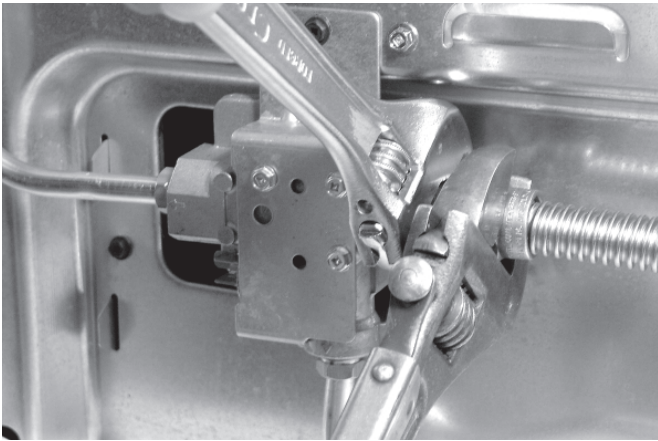

Fig. 4e
- Apriete el accesorio del suministro de gas y/o el conducto del electrodoméstico a la unión cónica en el costado derecho usando **NO MÁS DE 15 pies/lb.** de torque. Asegúrese de **estabilizar** el adaptador de unión cónica de 1/2" con una llave ajustable antes de apretar el accesorio de suministro de gas y/o el conducto del electrodoméstico (consulte la fig. 4e).